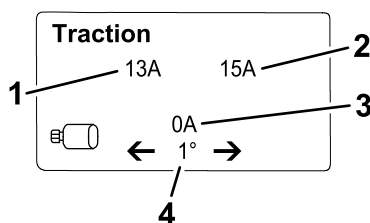

Рисунок 22
- **Экран информации о тяговом приводе** (Рисунок 22) показывает текущий угол поворота рулевого колеса и силу тока, выделенную для каждого тягового двигателя.